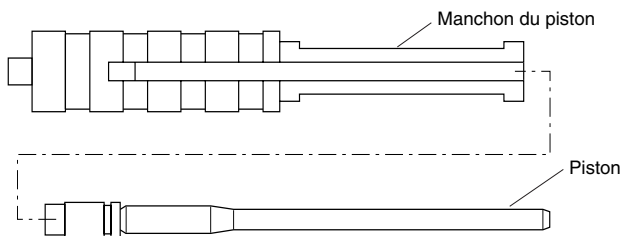

Figure 4 - Retrait du piston du manchon du piston
- Retirer le piston du manchon du piston (Figure 4).